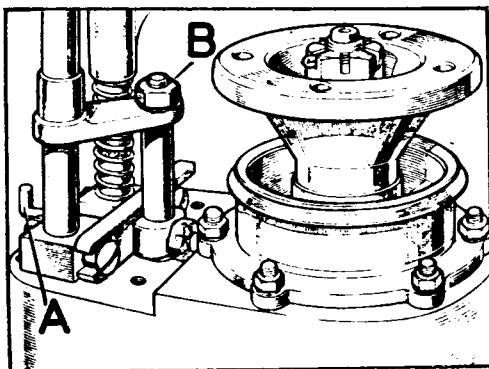
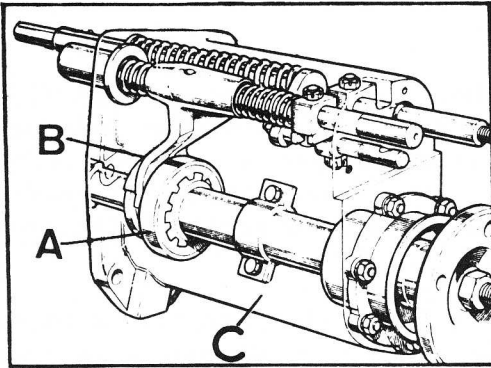

Fig. C1-62 Alineación previa de las barras correderas
Fig. C1-63 Caja del eje de salida delantero
- 4.2. Situar el conjunto en la parte delantera de la caja del eje de salida, e instalar el fiador, A, (Fig. C1-62) para tracción total, encajándolo en el agujero avellanado del eje de las barras. Esto permitirá asegurar una alineación radial correcta del eje y pieza de conexión.
- 4.3. Apretar por completo la tuerca, B, para fijar la pieza de conexión al eje (Fig: C1-62).
- 4.4. Extraer el fiador, A (Fig. C1-62) y retirar las barras correderas formando una sola unidad y, seguidamente, sin alterar su alineación, se colocarán en su posición correcta en la caja, C (Fig. C1-63) y al mismo tiempo situar la garra, A, para la tracción total, en el eje y dentro de la horquilla, B.